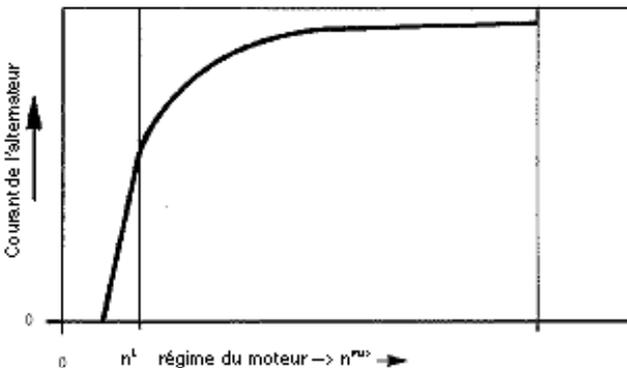

Fig. 2: Courant en fonction de la vitesse du moteur
• L'alternateur est déjà en mesure de débiter du courant lorsque le moteur marche à vide (Fig. 2).